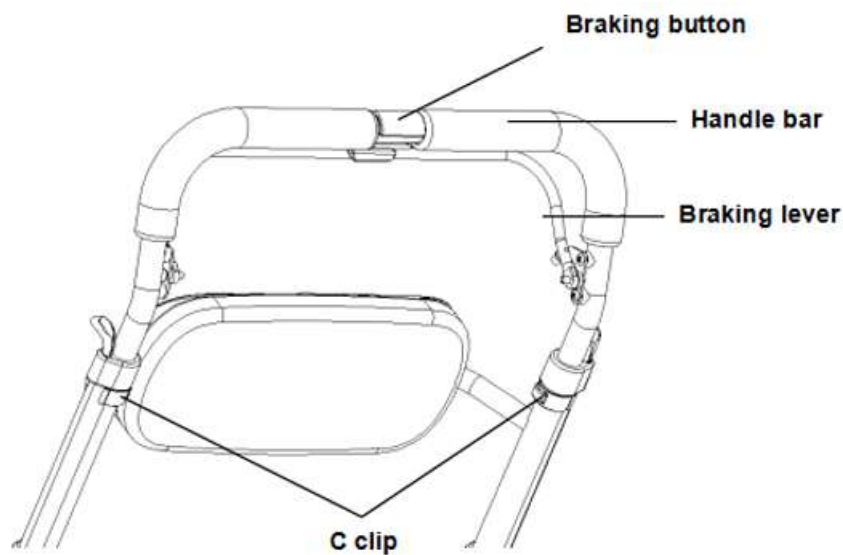

Figure 3
Verwijder eerst de C-klem en stel vervolgens de verstelbare handgreepbuis naar boven of beneden in op de gewenste hoogte (zoals weergegeven in afbeelding 3). Bevestig deze daarna opnieuw met de C-klem
1. Remmen: Houd de handgreep en de remhendel met beide handen vast en druk de remhendel richting de handgreep, zoals weergegeven in afbeelding 3. Vergrendel vervolgens de remhendel met de knop (zie afbeelding 3), en zorg ervoor dat de rem geactiveerd is wanneer u een “klik” hoort.